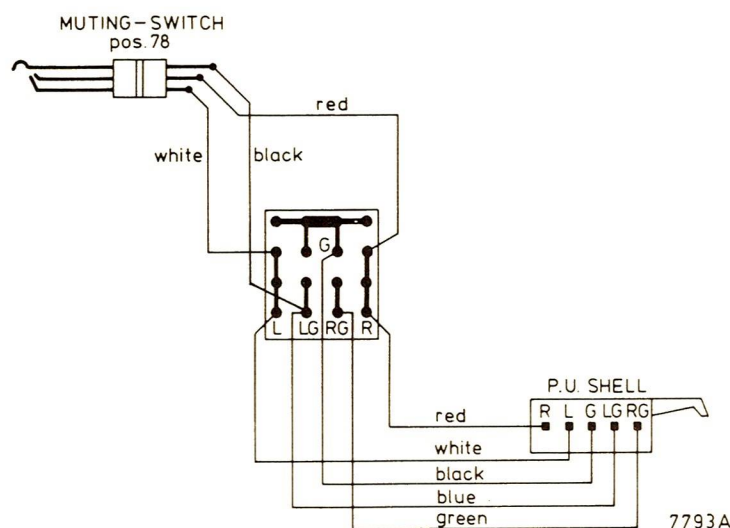

Fig. 1
- a. In gramophones marked from AH00-536, a changed trip lever 103 has been used. For servicing purposes we supply the changed trip lever 103, ring 102, trip lever plate 104 and command disc 85 as an assembly under code number 4822 522 31197. The items 85, 103 and 104 are no longer supplied as separate parts. If one these parts is defective, it should be replaced with an assembly.
- b. During production the wiring of the print plate has been changed (see Fig. 1). Reason: Preventing any hum when the pre-amplifier 22 GH 915 is used.
- b. Tijdens de produktie is de bedrading van het printplaatje gewijzigd (zie Fig.1). Reden: Het voorkomen van eventuele brom bij het gebruik van de voorversterker 22 GH 915.
- b. En cours de production le câblage de la petite platine, a été modifié (voir fig.1).
- b. Durante la producción es modificado el cableado de la plaquecilla impresa (véase la fig.1).